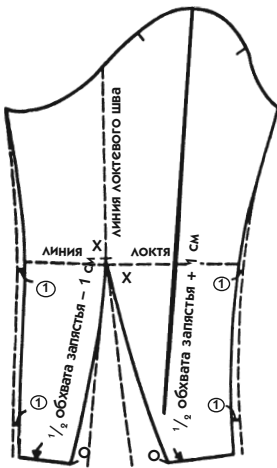

Рис. 359
1. Скопируйте на лист бумаги базовое лекало рукава, не забывая указать направление долевой нити, а также засечки по линии оката для посадки. Проведите линию локтя и вытачку в локтевом шве, а маленькую вытачку рукава жакета переводить не надо (см. пунктирные линии на рис. 359).
2. От концов линии оката проведите наклонные линии так, чтобы уменьшить рукав на 1 см с каждой стороны, затем продолжите эти линии до низа, соблюдая параллельность (сплошные линии на рис. 359).
запястья (8 см) плюс 1 см на верхней половине рукава (9 см) и половину обхвата запястья (8 см) минус 1 см на нижней половине рукава (7 см). Поставьте засечки О, как на рис. 359.